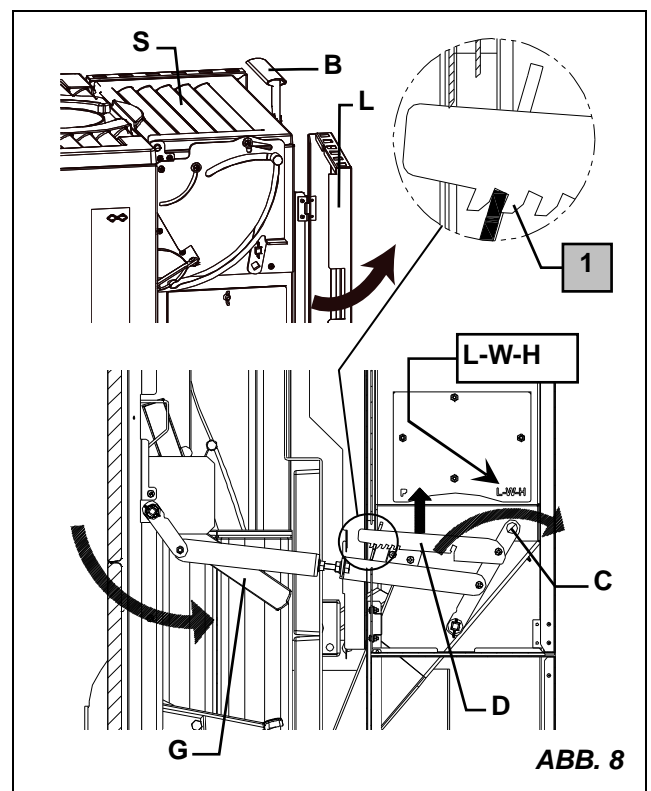

ABB. 8
- 1) Die seitliche Klappe für den Zugang zu den mechanischen Elementen öffnen (L ABB. 8), wenn der Hebel (C) schon in der richtigen Position **L-W-H** (LEGNA-WOOD-HOLZ) ist, weiter zu Punkt 3);
Mit dem Hebel zur Umschaltung HOLZ-PELLET in Position "L-W-H" (ABB. 8 Pos. **C**) kann der natürliche Abstieg der Pellets in den Brenner blockiert werden.